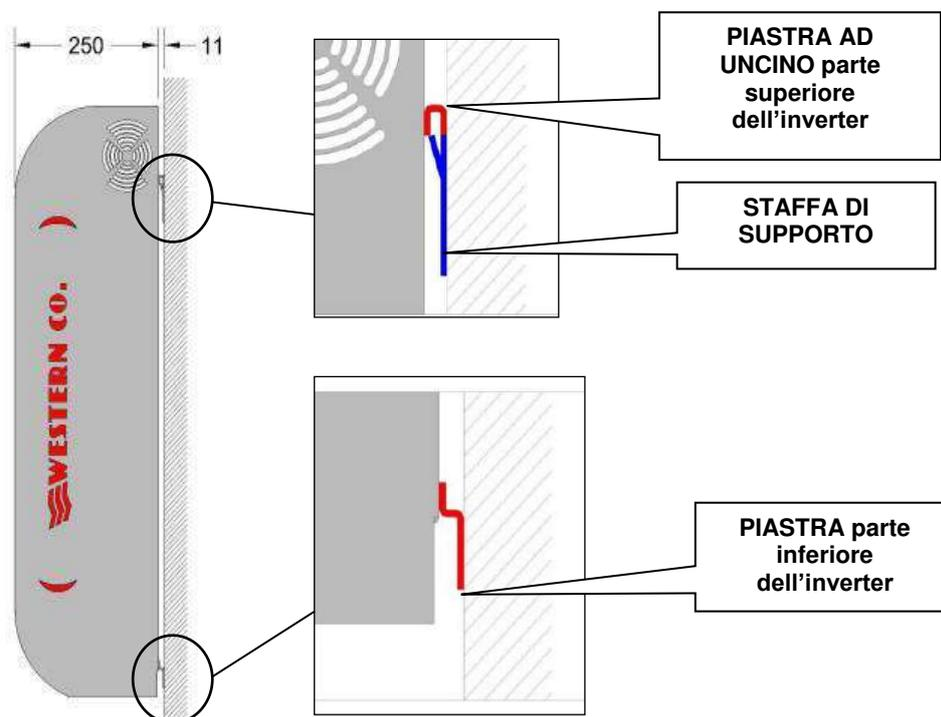

Fig.11 Montaggio a parete
- Fissare a muro la staffa di supporto (fornita in dotazione) tramite i tasselli e le viti fornite in dotazione; successivamente agganciare l'inverter tramite la piastra ad uncino posta nella parte superiore dell'apparecchio. Infine, fissare l'inverter alla parete utilizzando i fori predisposti nella parte inferiore dell'apparecchio. Il tutto come indicato in Fig.11.